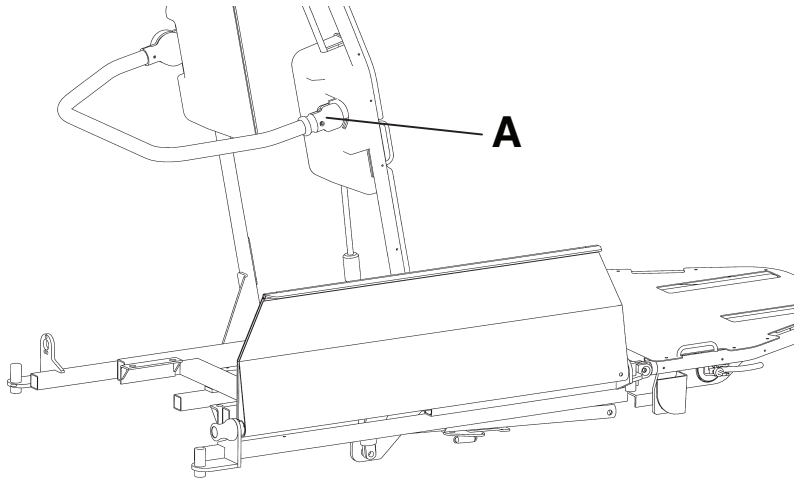

Abbildung 7 – Roter Freigabeknopf
Zum Anheben oder Absenken der Schiebestange die Schiebestange abstützen und den roten Freigabeknopf (A) (Abbildung 7) ziehen. Die Schiebestange komplett in die Aufwärts- oder Abwärtsposition schwingen, bis sie einrastet.